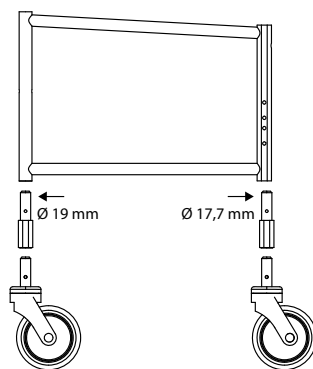

Fig. 18
2. Posizionare i quattro adattatori in altezza fra il telaio e la rispettiva ruota orientabile e avvitarli (fig. 18).